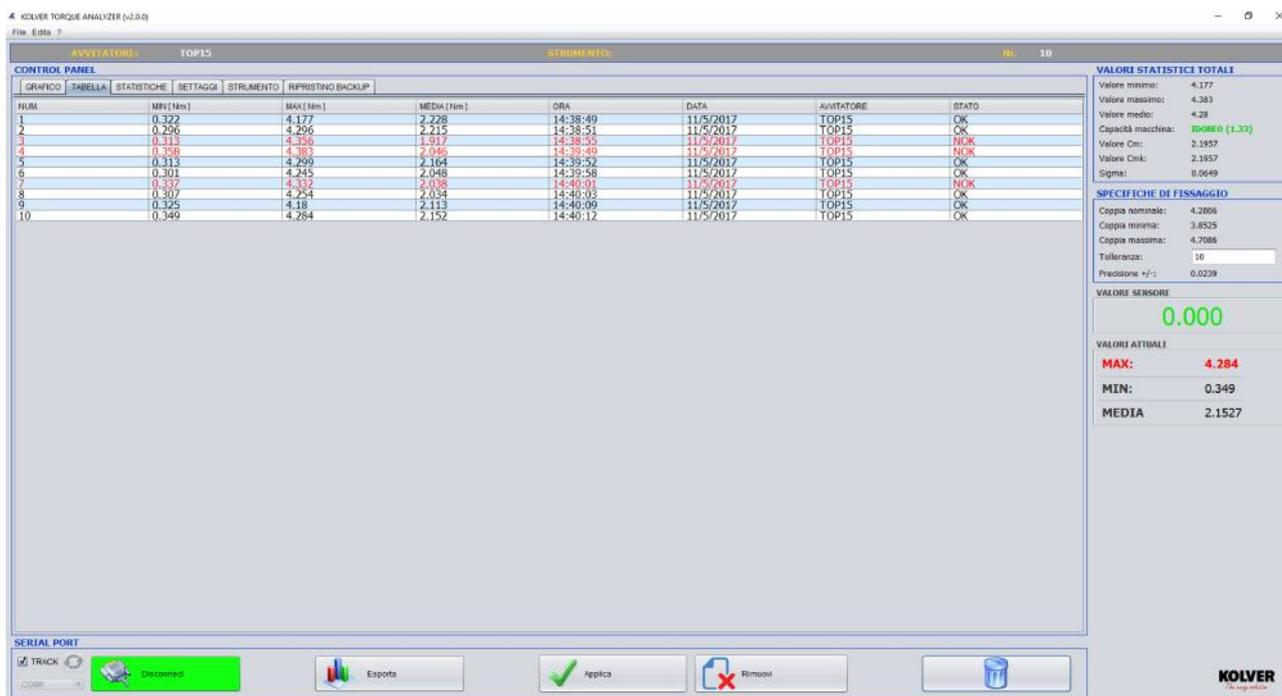

Fig.7 : Validazione di alcune misure di coppia.
**-Range di Coppia:** Range di coppia che il segnale misurato dovrà rispettare al fine di risultare idoneo ai requisiti fissati (Fig.7).